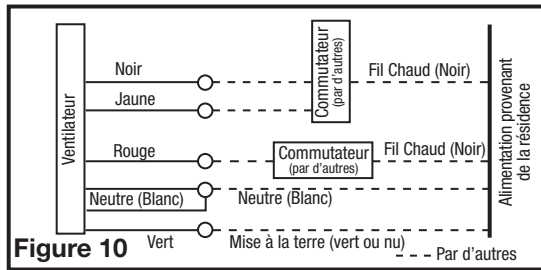

Figure 10
- 3c. De là où vous avez choisi d'accéder à la boîte de raccordement du ventilateur, raccordez le fil blanc de la maison aux deux fils blancs du ventilateur. Connectez un fil chaud (Noir) de l'interrupteur mural au fil noir du ventilateur (c'est le contrôle automatique du ventilateur). Connectez le deuxième fil chaud (Rouge) du ventilateur (c'est le contrôle manuel de la marche). Connectez le quatrième fil chaud (Jaune) de l'interrupteur mural au fil jaune du ventilateur (c'est le contrôle de la lumière principale). Connectez le fil de terre (vert ou cuivre nu) de la maison au fil vert du ventilateur (Figure 10). Utilisez des méthodes approuvées pour toutes les connexions.